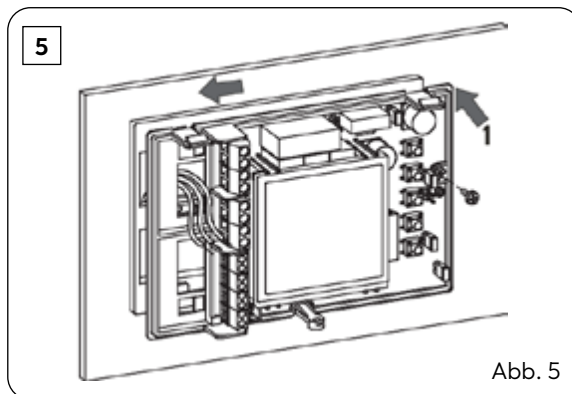

Abb. 5
- 5** Befestigen Sie den Raumthermostat auf der Wandhalterung (Abb. 5). Sichern Sie diesen mit den beiliegenden Schrauben.